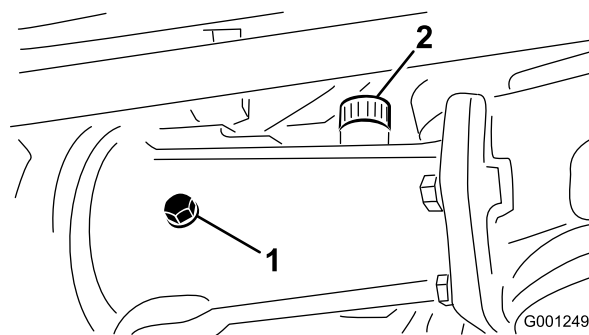
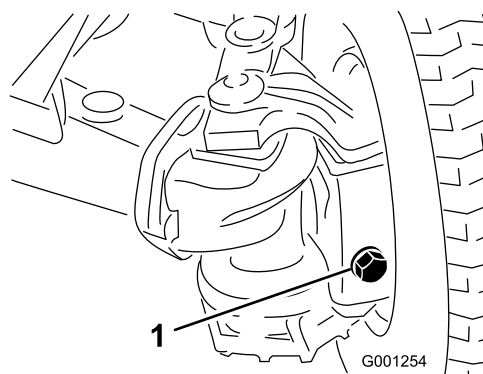

Figura 27
Figura 28
2. Retire os tampões de verificação do eixo e certifique-se de que o lubrificante atinge a parte inferior de cada orifício. Se o nível de lubrificante estiver baixo, retire os tampões de enchimento e adicione lubrificante suficiente para o nível de lubrificante subir até ao fundo do orifício do tampão de verificação (Figura 27 e Figura 28).